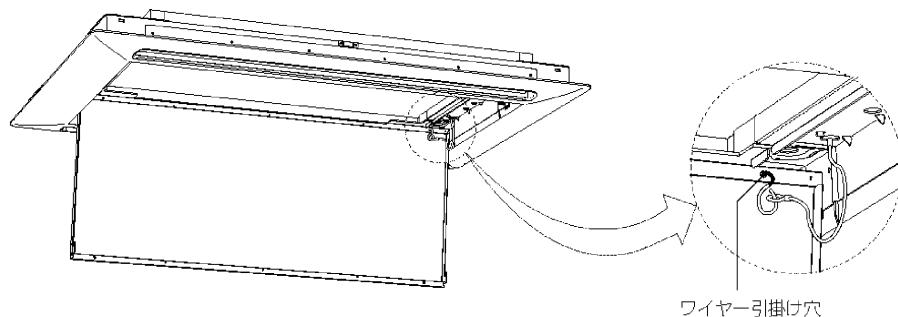

図15
- ※不慮の落下事故を防止するため、必ず落下防止用ワイヤーをパネル両側の穴に引掛けてください。(図15)